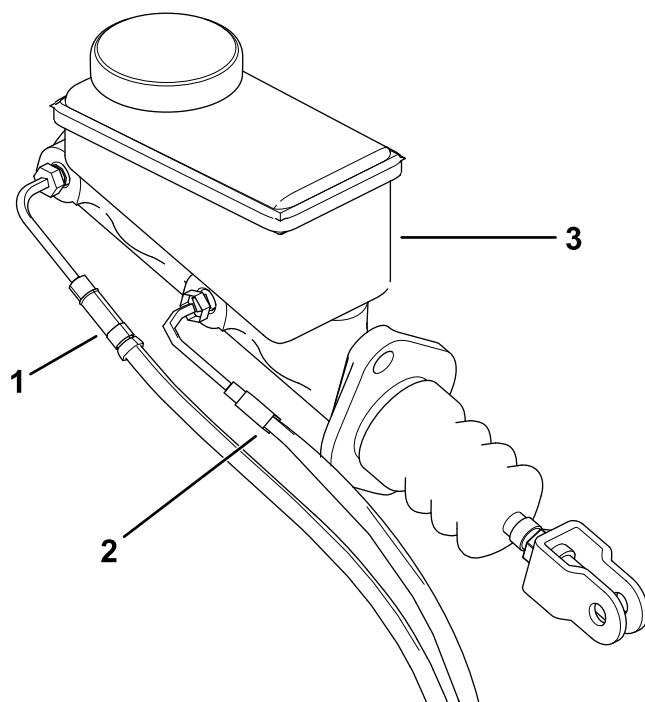

**Рисунок 4**
4. Выверните болты с фланцевыми головками (3/8 x 1 дюйма), которые крепят суппорт тормоза в сборе к поворотному кулаку рулевого управления (передняя часть машины) и мосту (задняя часть машины), и снимите суппорт тормоза в сборе (Рисунок 4).